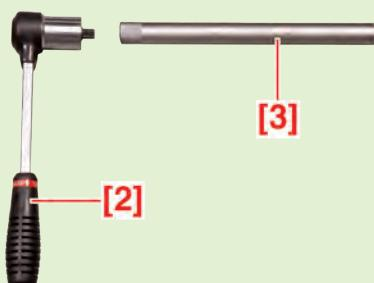

Fig.2
- la vis (2) à l'aide de la clé [1],
- la bobine d'allumage (3).
- Assembler la poignée [2] et la douille [3] (Fig.2).